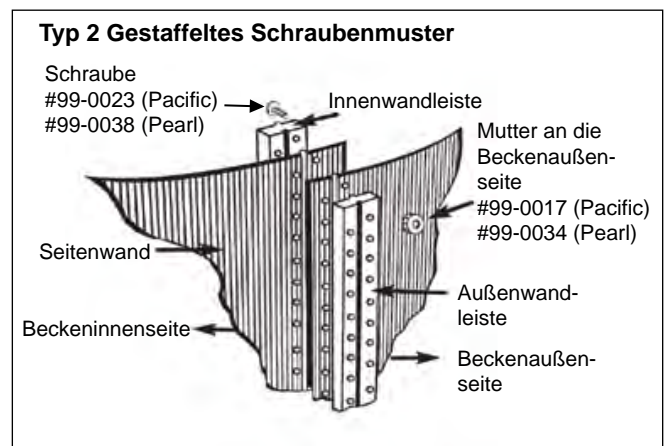

Abb. 24
4.7.3.2 TYP 2 – Gestaffeltes Schraubenmuster (Abb. 24)